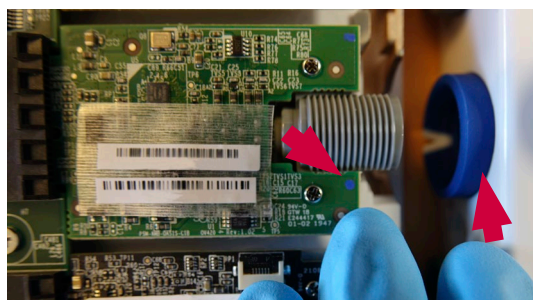

Bild 24 Färgmarkeringen på VDI-kortet måste matcha färgringen
- f) Säkerställ att färgringen på höljets baksida har samma färg som indikeringen på VDI-kortet (bild 24)
När höljets baksida ska sättas tillbaka, se till att färgmarkeringarna på VDI-korten (bild 24) matchar färgringarnas placering.